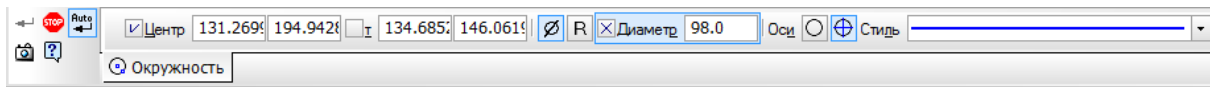
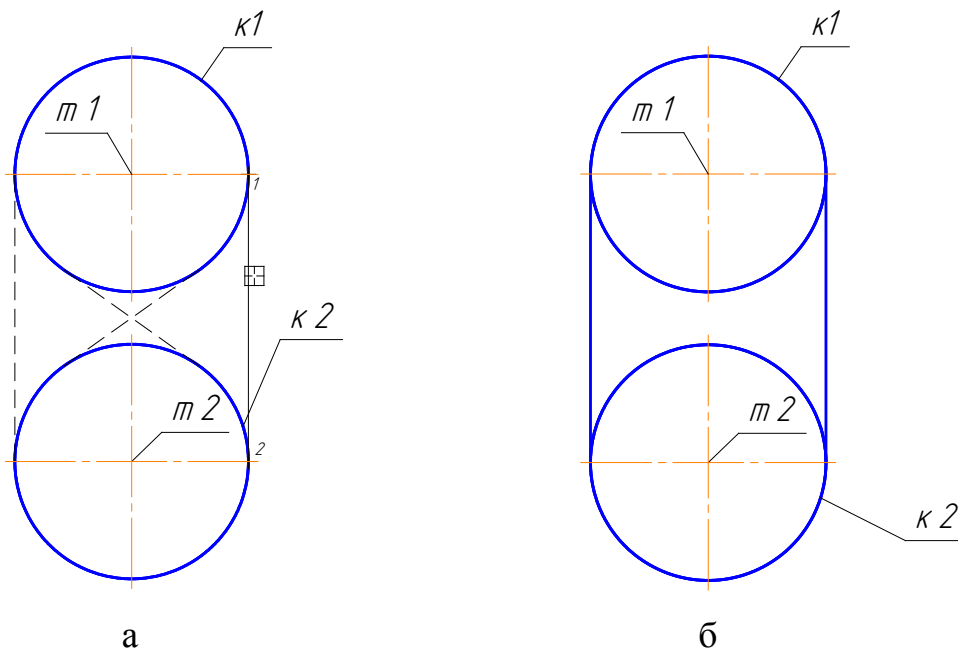

Рис. 87
Рис. 90
й активізувати поле *Радіус окружности* на *Панели свойств* (рис. 87), клацнувши лівою клавiшею миші.
Ввести значення радіуса 98 мм і нажати клавiшу *Enter* на клавiатурі комп'ютера, щоб зафіксувати його значення. Кнопка *Состояние параметра* повинна бути перекреслена (рис. 87).
5.2 Виділити курсором коло *k1* і коло *k2*. По замовчанню система пропонує фантоми декількох відрізків, які дотичні до кіл (рис. 90,а).
5.3 Підвести курсор до вертикального відрізка (рис. 90,а), який зображено суцільною лінією й клацнути лівою клавiшею миші або натиснути кнопку *Создать объект*  на *Панели свойств*. Потім підвести курсор до другого вертикального відрізка, який зображено штриховою лінією (рис. 90,а) й клацнути. Коли стиль лінії, яким зображено відрізок, зміниться на суцільну, ще раз клацнути лівою клавiшею миші або натиснути кнопку *Создать объект*  на *Панели свойств*. Обидва відрізки буде зафіксовано (рис. 90,б). Натиснути кнопку *Прервать команду*  на *Панели свойств* (рис. 87).
6. Видалити частини кола *к1* і кола *к2*, які розташовані між вертикальними відрізками (рис. 90,б).